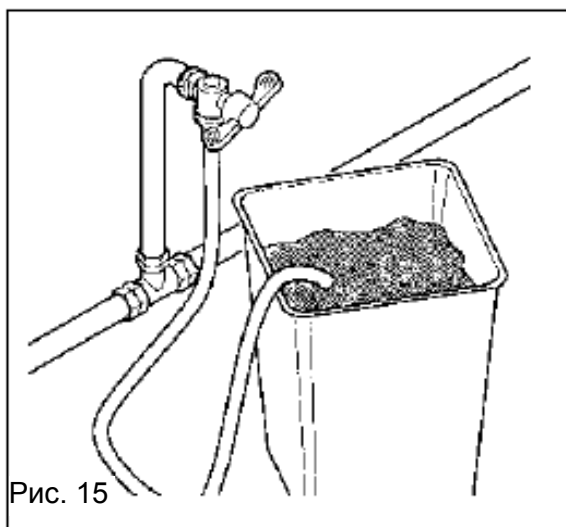

Рис. 15
- слейте некоторое количество воды из крана, чтобы удалить возможные остатки загрязнения (рис. 15).